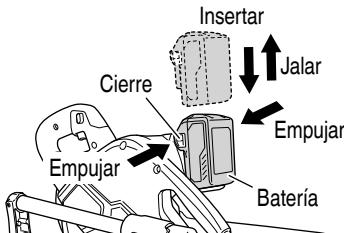

Fig. 11
- Cómo instalar la batería o el adaptador de CA/CC. Alinee la batería o el adaptador de CA/CC con la ranura del mango de la herramienta y deslícelos para colocarlos en su sitio. Insértela siempre al máximo, hasta que se bloquee en su sitio con un pequeño clic. De lo contrario, puede caer de la herramienta accidentalmente y causar lesiones a usted o a alguien que se encuentre cerca (Fig. 11).
- Cómo retirar la batería o el adaptador de CA/CC. Retire la batería o el adaptador de CA/CC del mango de la herramienta mientras presiona el cerrojo (2 unidades) de la batería o el adaptador de CA/CC (Fig. 11).